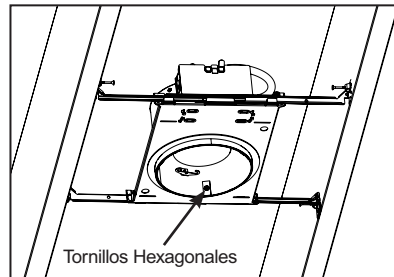
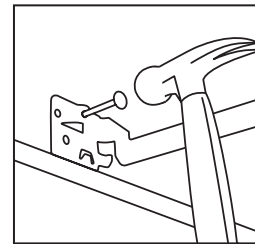

Figura 2
Figura 3
Paso 1. Extienda las barras colgantes para que quepan entre las vigas. El pie de la barra colgante está formado para alinearse fácilmente con la parte inferior de la viga (Figura 2). Coloque el accesorio martillando Real-Nails® en las vigas (Figura 3).
Paso 4. Al Instalar en tablayeso, corte un agujero de tamaño apropiado.* Después de instalar en tablayeso, si es necesario, ajuste el accesorio para el grosor del techo aflojando los tres tornillos hexagonales que sujetan la carcassa redonda al marco de yeso (Figura 2).